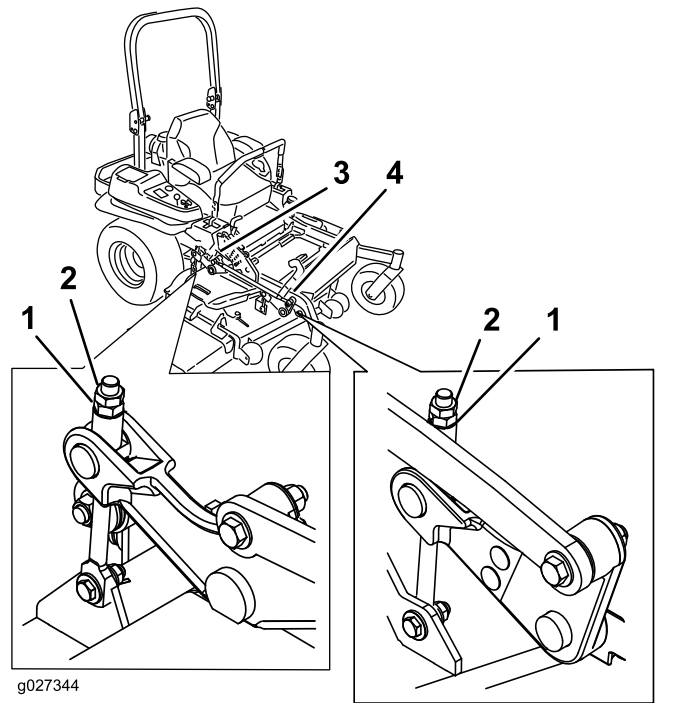

Figure 93
10. Ajustez précisément le serrage de l'écrou de réglage sur l'ensemble de levage du tablier avant (Figure 93).
16. Ajustez précisément la vis de réglage en la tournant jusqu'à obtention d'une hauteur de 8,3 mm (3,25 po) (Figure 93).